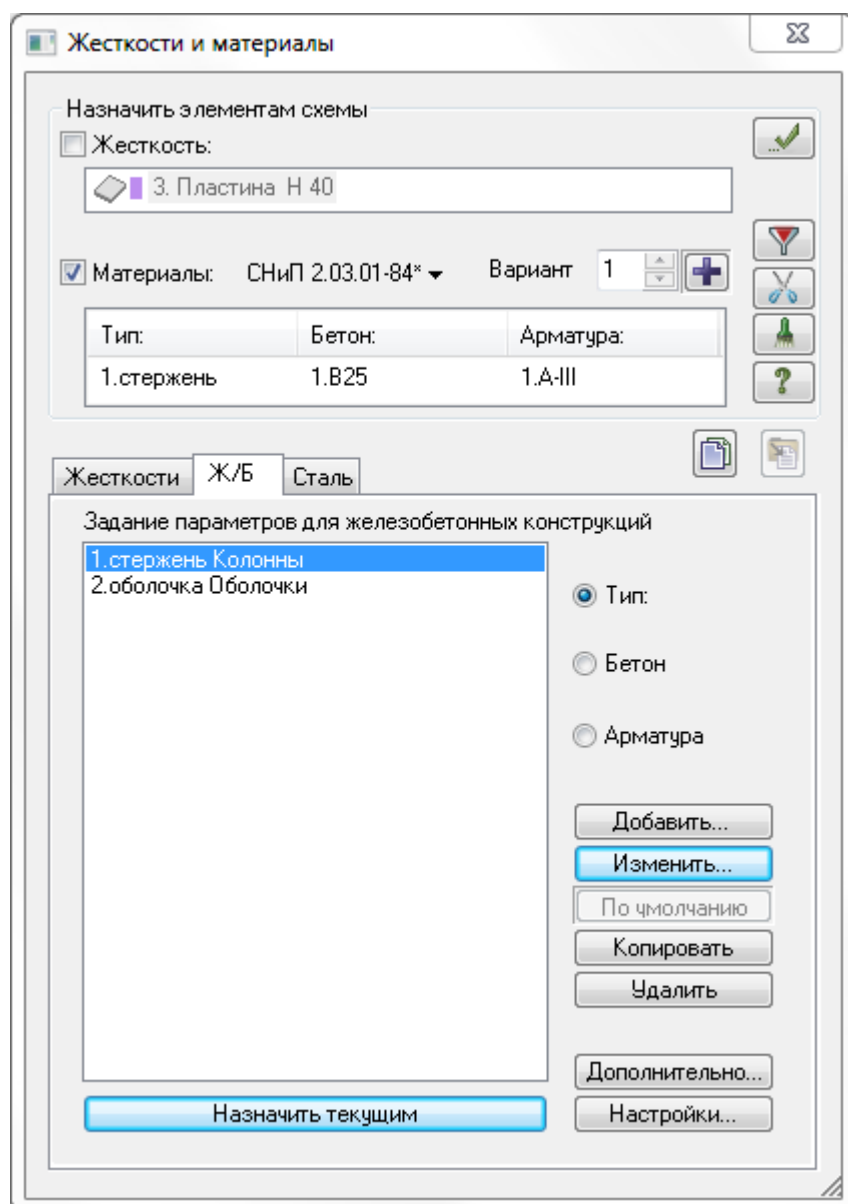

Рис.6.24. Диалоговое окно Жесткости и материалы
- В этом диалоговом окне щелкните по второй закладке **Ж/Б (Задание параметров для железобетонных конструкций)** (рис.6.24).